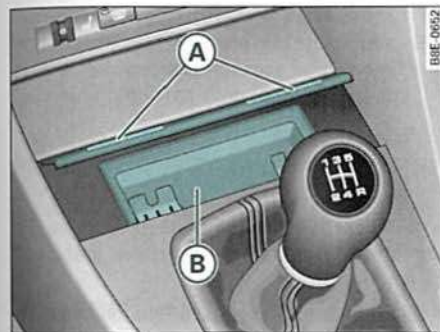

Fig. 113 Consola central: Cenicero abierto
- Presione brevemente sobre la moldura frontal del cenicero (A) ⇒ fig. 113.
- Agarre la carcasa del cenicero (B) ⇒ fig. 113 por sus concavidades laterales y extraícala hacia arriba.